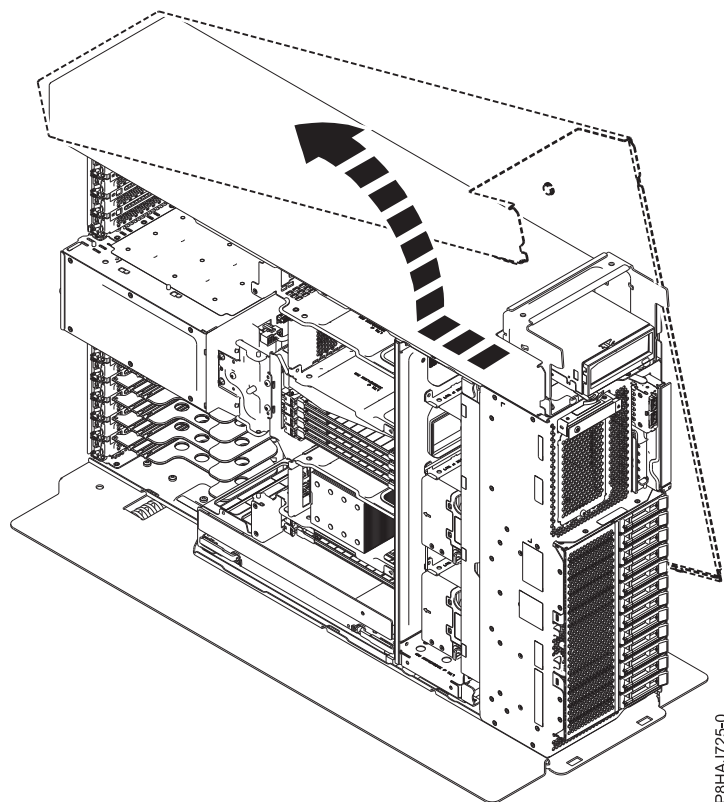

Figura 19. Removendo a tampa lateral do 8286-41A
5. Arraste a tampa lateral para fora do sistema na direção que é mostrada no Figura 19.